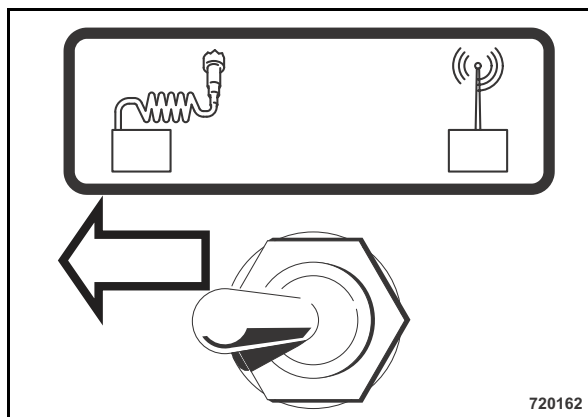

Рис. 29
- Если машина должна двигаться в режиме работы с кабелем, то перевести тумблер (Рис. 29) влево.